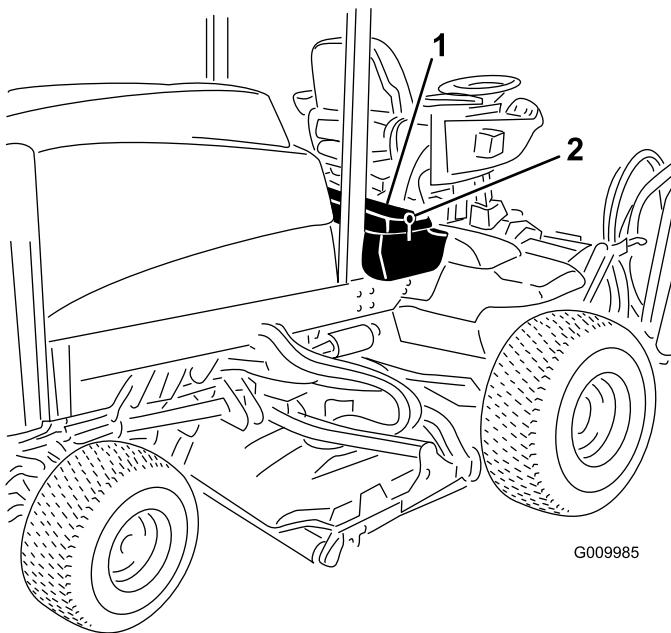

Bild 47
1. Entriegeln und heben Sie die Abdeckung der Bedienerkonsole hoch (Bild 47).